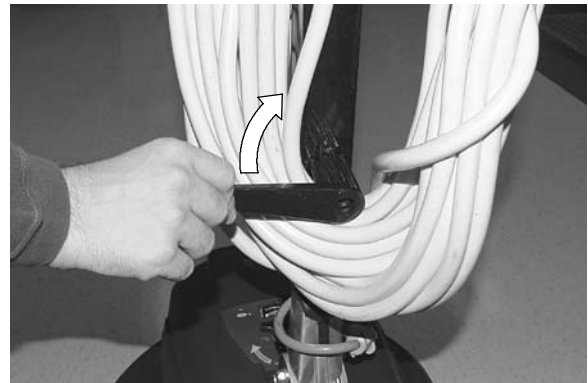

FIG. 4
- Tirez le crochet d'entreposage du cordon à attache rapide et tournez-le vers le haut, puis retirez le cordon d'alimentation de la machine (Figure 4).